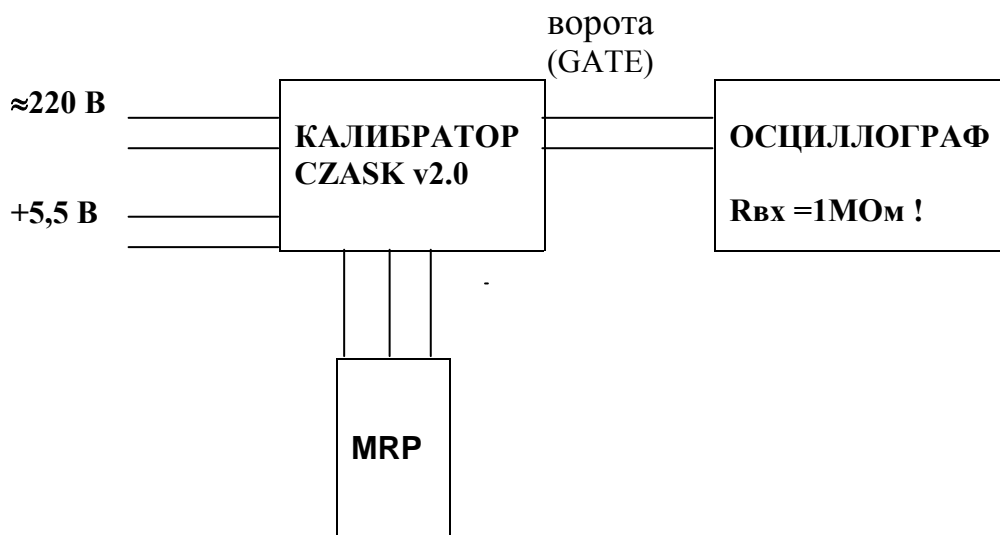

Рис. 9.7.2
- собрать схему согласно рис.9.7.2